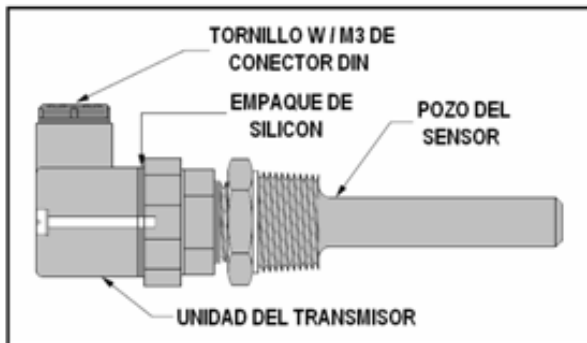

Figura 32. TRANSMISOR DE TEMPERATURA
2. Retire el tapón del conector DIN del transmisor. Vea la Figura 32.